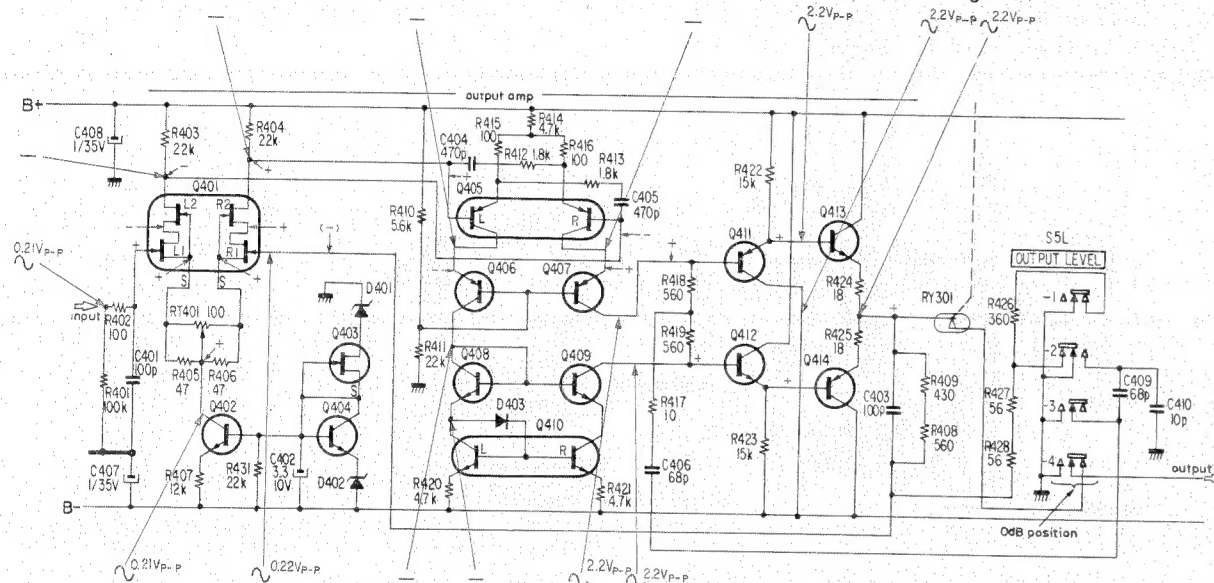

Fig. 11
Sur la Fig. 11 sont notés les niveaux de signal. Lorsque S5 est sur la position 0dB, le niveau d'entrée est alors réglé de manière à obtenir un niveau de sortie d'environ 0dB efficaces (2,2 V c-c). Les signes + et - se rapportent à la polarité du signal à l'instant considéré.
- Q401 est un amplificateur différentiel de type cascode dont la polarité passe de la grille inférieure au drain supérieur comme indiqué Fig. 11.